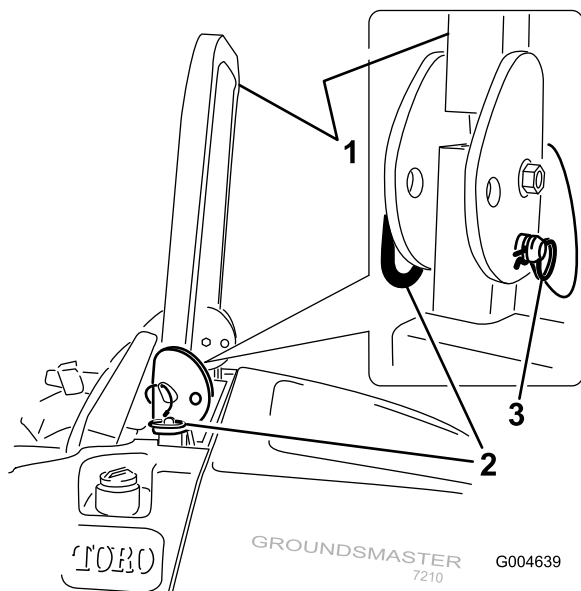

図 10
1. 保護バーを降ろすには、ヘアピンコッターを抜き、スプリングに逆らって保護バーを前に倒し、ピン（2本）を引き抜く（図 10）。
3. ピン（2本）を取り付け、ヘアピンコッターで固定する（図 10）。
4. 保護バーを立てるには、ヘアピンコッターを外して、ピン（2本）を抜き取る（図 10）。
5. ROPS をまっすぐに立ててピンで固定し、ヘアピンコッターでロックする（図 10）。